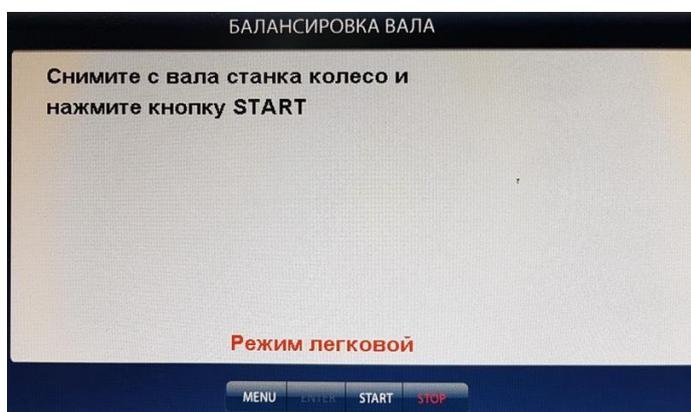

Рис. 19.1.
19.2. Установите требуемый режим балансировки (1 или 2) и войдите в программу калибровки, нажав кнопку МЕНЮ, в открывшемся окне Меню выберите пункт 4 «Калибровка», нажав кнопку 4 в верхнем ряду клавиатуры. Выберете пункт 2. Откроется окно БАЛАНСИРОВКА ВАЛА (рис.19.1).